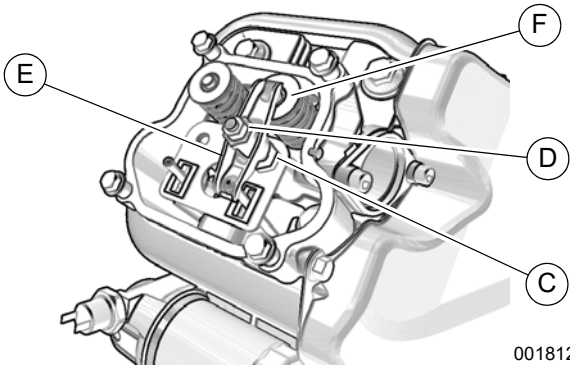
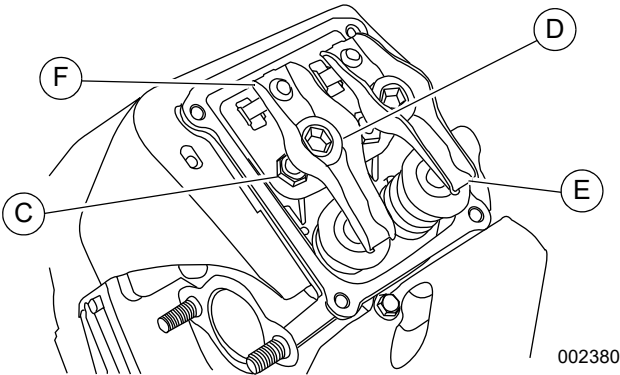

Figura 4-7. Ajuste de la separación de la válvula (10 kW)
Figura 4-8. Ajuste de la separación de la válvula (20 a 24 kW)
- 6. Consulte la **Figura 4-7** o **Figura 4-8**. Verifique la separación de la válvula entre el balancín (E) y el vástago de la válvula (F) con una galga de espesores.
Consulte la Figura 4-7 o Figura 4-8. Realice lo siguiente para ajustar la separación de la válvula: